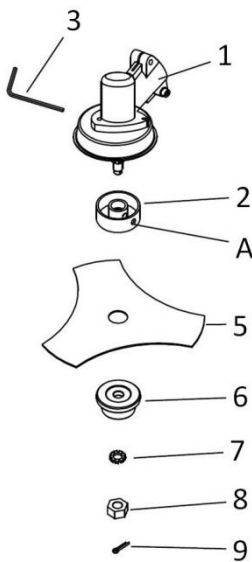

Fig. 12
- Fissaggio: Seguendo la Fig. 12 infilate la ghiera di centraggio (Part. 2) sull'albero filettato in uscita dalla cassa coppia conica (Part. 1) e quindi alloggiare sulla ghiera stessa il disco (Part. 5), inserite poi la flangia fissaggio disco (Part. 6), la rondella zigrinata (Part. 7) e bloccate con il dado (Part. 8). Infilate quindi la copiglia di sicurezza (Part. 9) sul dado per evitarne l'allentamento.